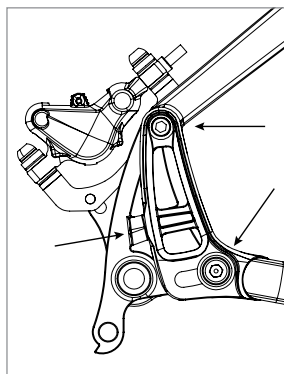

Figure 9
1. Dévisser légèrement les vis pivot supérieures ainsi que les vis de fixation inférieures des pattes du côté chaîne et du côté sans chaîne (figure 9).
1. Serrer les vis pivot supérieures et les vis de fixation des plaques oscillantes à 8Nm (figure 9).
3. S'il y a des vis de tension, les serrer toutes les deux de 1/8 de tour pour qu'elles ne cliquètent pas durant l'utilisation (figure 9).